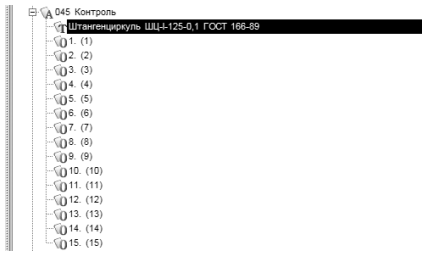

Рисунок 60
18. На вкладке **Эскиз** нажмите кнопку  **Импортировать контролируемые параметры**. В открывшемся окне диалога выберите **Маркеры**. В тексте операции появились переходы, соответствующие номерам контролируемых размеров (рис. 60).